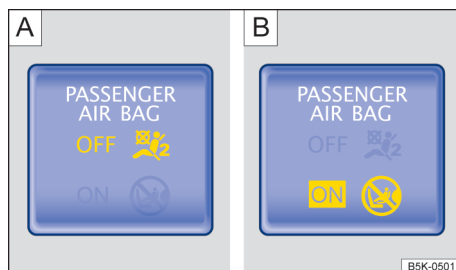

Fig. 41 No console central: luz de controle da desativação [A] ou da ativação [B] do airbag frontal do passageiro dianteiro.
- OFF** 🚗 Airbag frontal do passageiro dianteiro desligado. A luz de controle amarela do console central se acende e permanece acesa → Fig. 41. [A].
- ON** 🚗 Airbag frontal do passageiro dianteiro ligado. A luz de controle amarela se apaga automaticamente aproximadamente após aproximadamente 60 segundos após ligar a ignição ou após ligar o airbag frontal do passageiro dianteiro com o interruptor acionado pela chave → Fig. 41. [B].